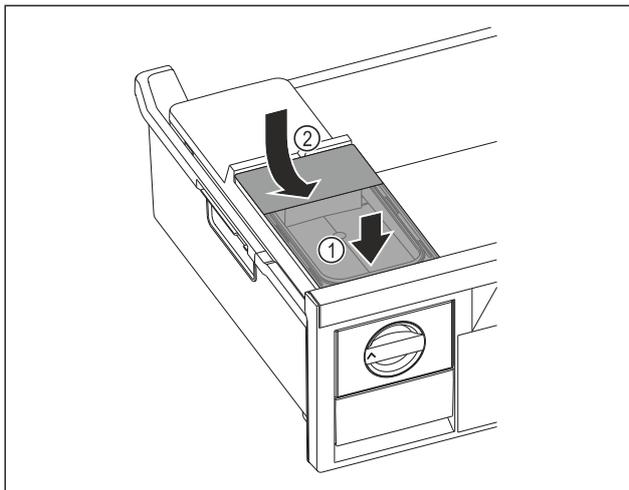

Fig. 104
- ▶ 放置水箱前部。 Fig. 104 (1)
- ▶ 放下水箱后部。 Fig. 104 (2)